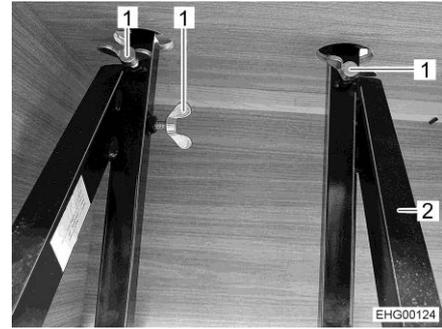

Fig. 33 Vis à oreilles
- Serrer trois vis à oreilles (Fig. 33,1) sur la tige (Fig. 33,2) du cadre du coffre.